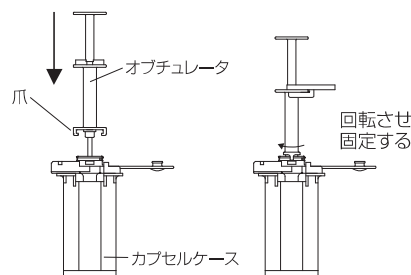
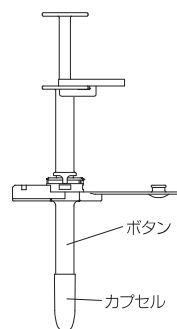

図4
図5
1. オブチュレータをカプセルケースに入ったボタンに突き当たるまで挿入する。このとき、オブチュレータの爪をボタンの体外固定部の溝に合わせ挿入する。（図4）オブチュレータをカチッと手応えを感じるまで回転させ、爪でボタンの体外固定部とオブチュレータを固定したのち、オブチュレータとボタンをカプセルケースから引き抜く。（図5）